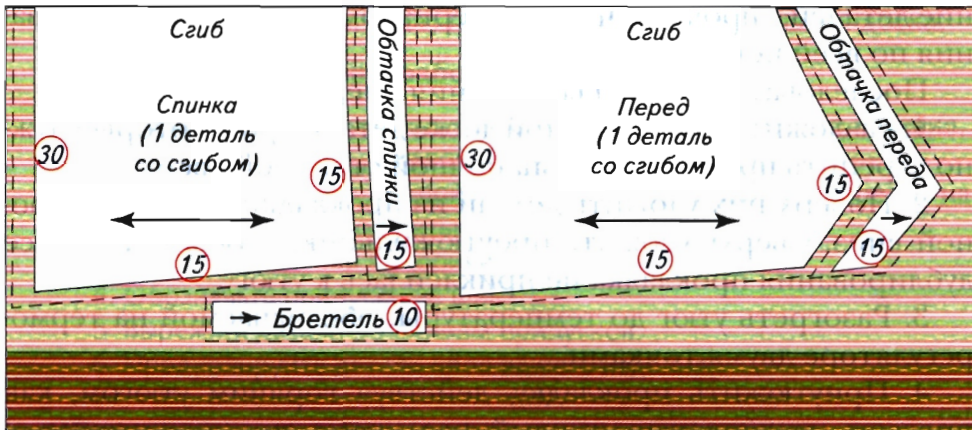
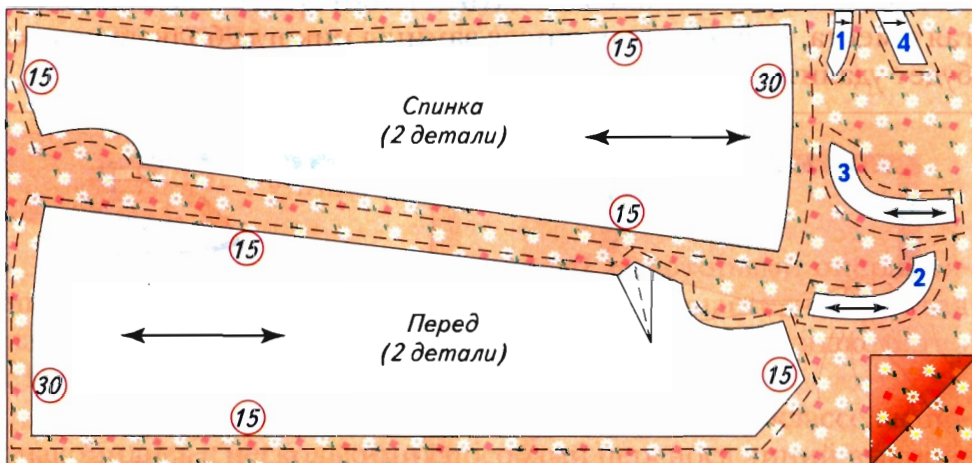

Рис. 20. Раскладка на ткани выкройек блузки-топа
Рис. 21. Раскладка на ткани выкройки платья. Обтачка: 1 – горловины спинки; 2 – проймы спинки; 3 – проймы переда; 4 – горловины переда
1. Разложить на ткани сначала большие детали выкройки, а затем мелкие. На тканях с направленным рисунком разложить их в одном направлении. (Если ткань гладкокрашеная или её рисунок не имеет направления, для экономии ткани выкройки можно разложить в противоположных направлениях.) Приколоть выкройки булавками. Проследить за тем, чтобы размеченное на них направление долевой нити было параллельным кромкам ткани. На рисунках показано, как уложить на ткань бумажные выкройки блузки-топа (рис. 20) и платья (рис. 21).